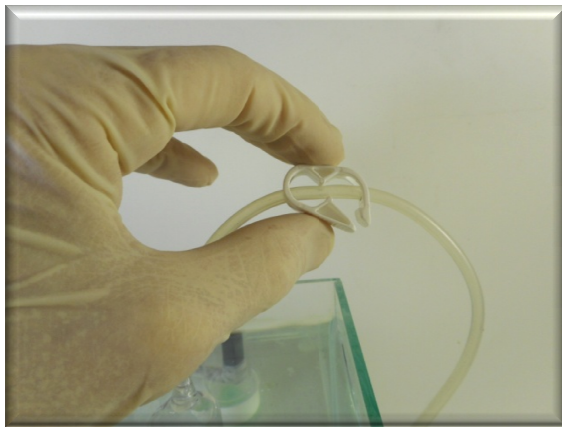

Figura 49 - Fechamento do estrangulador para armazenamento do hidrogênio
Passo 6 ) O último passo para esta etapa é fechar o estrangulador para que, ao iniciar a eletrólise, o hidrogênio possa ficar armazenado no tubo. Para isto basta comprimir o estrangulador até travar conforme mostra figura 49.
A eletrólise tem início a partir do momento em que o painel solar passa a fornecer energia elétrica aos eletrodos, ou seja, basta colocar o painel no sol (ou se o experimento for no laboratório acender a luminária), assim o hidrogênio passa a ser produzido e armazenado no tubo de ensaio. Devemos verificar se a luz incidente está chegando no painel de forma mais perpendicular possível, para isso podemos mudar a inclinação do painel se for necessário. Outro cuidado que devemos ter é verificar se o estrangulador de retenção está fechada para que o hidrogênio não se perca (ver figura 49 deste manual)